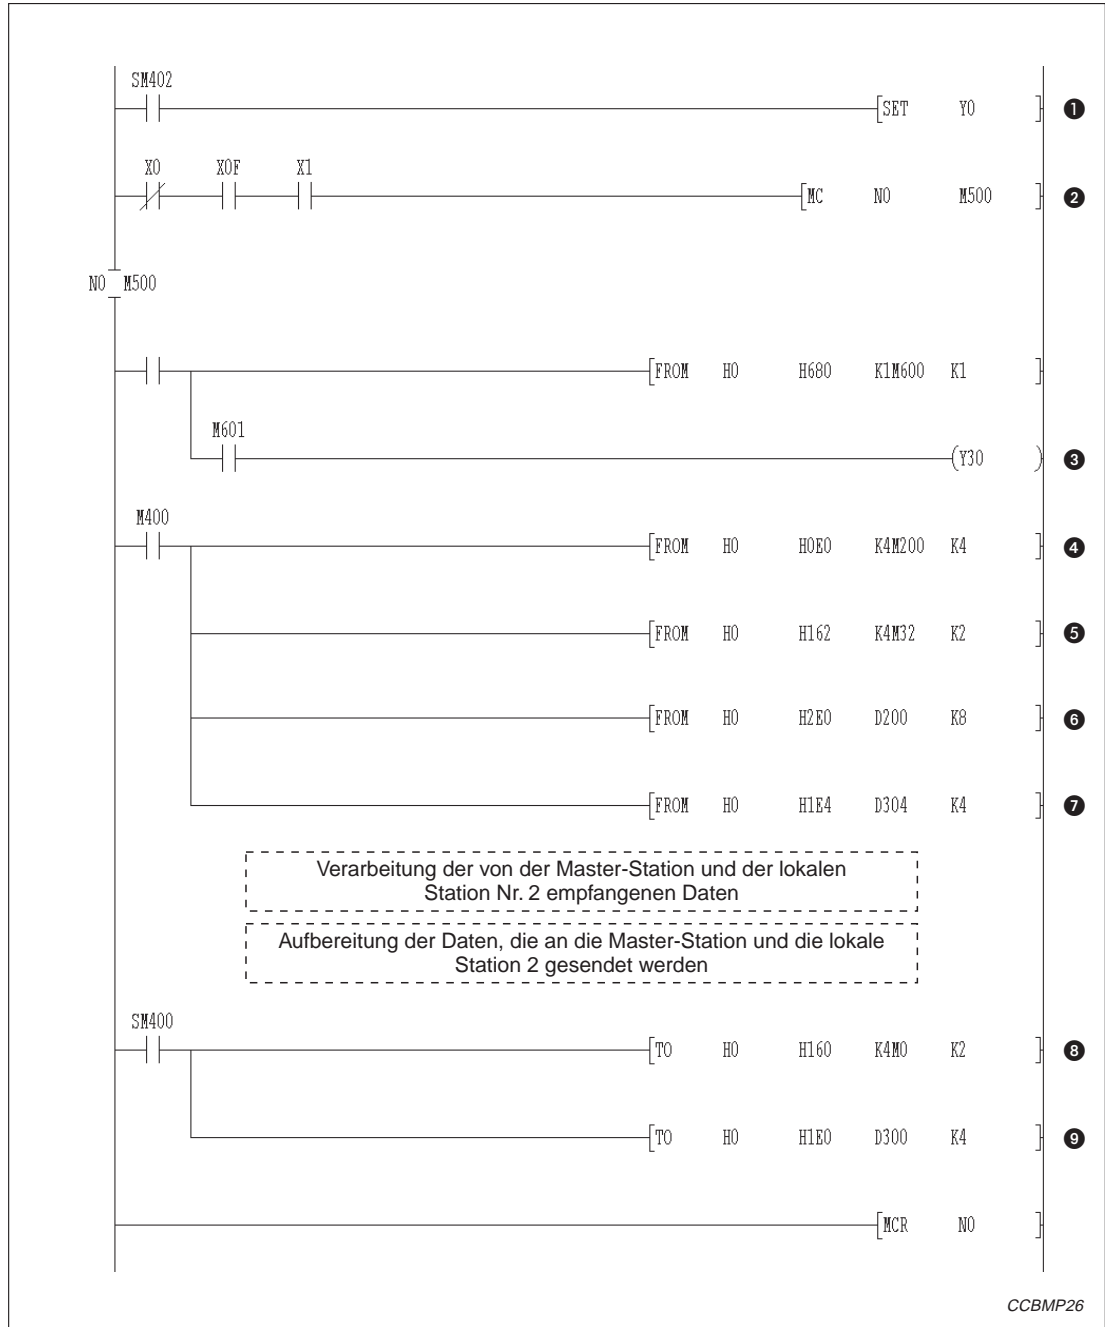
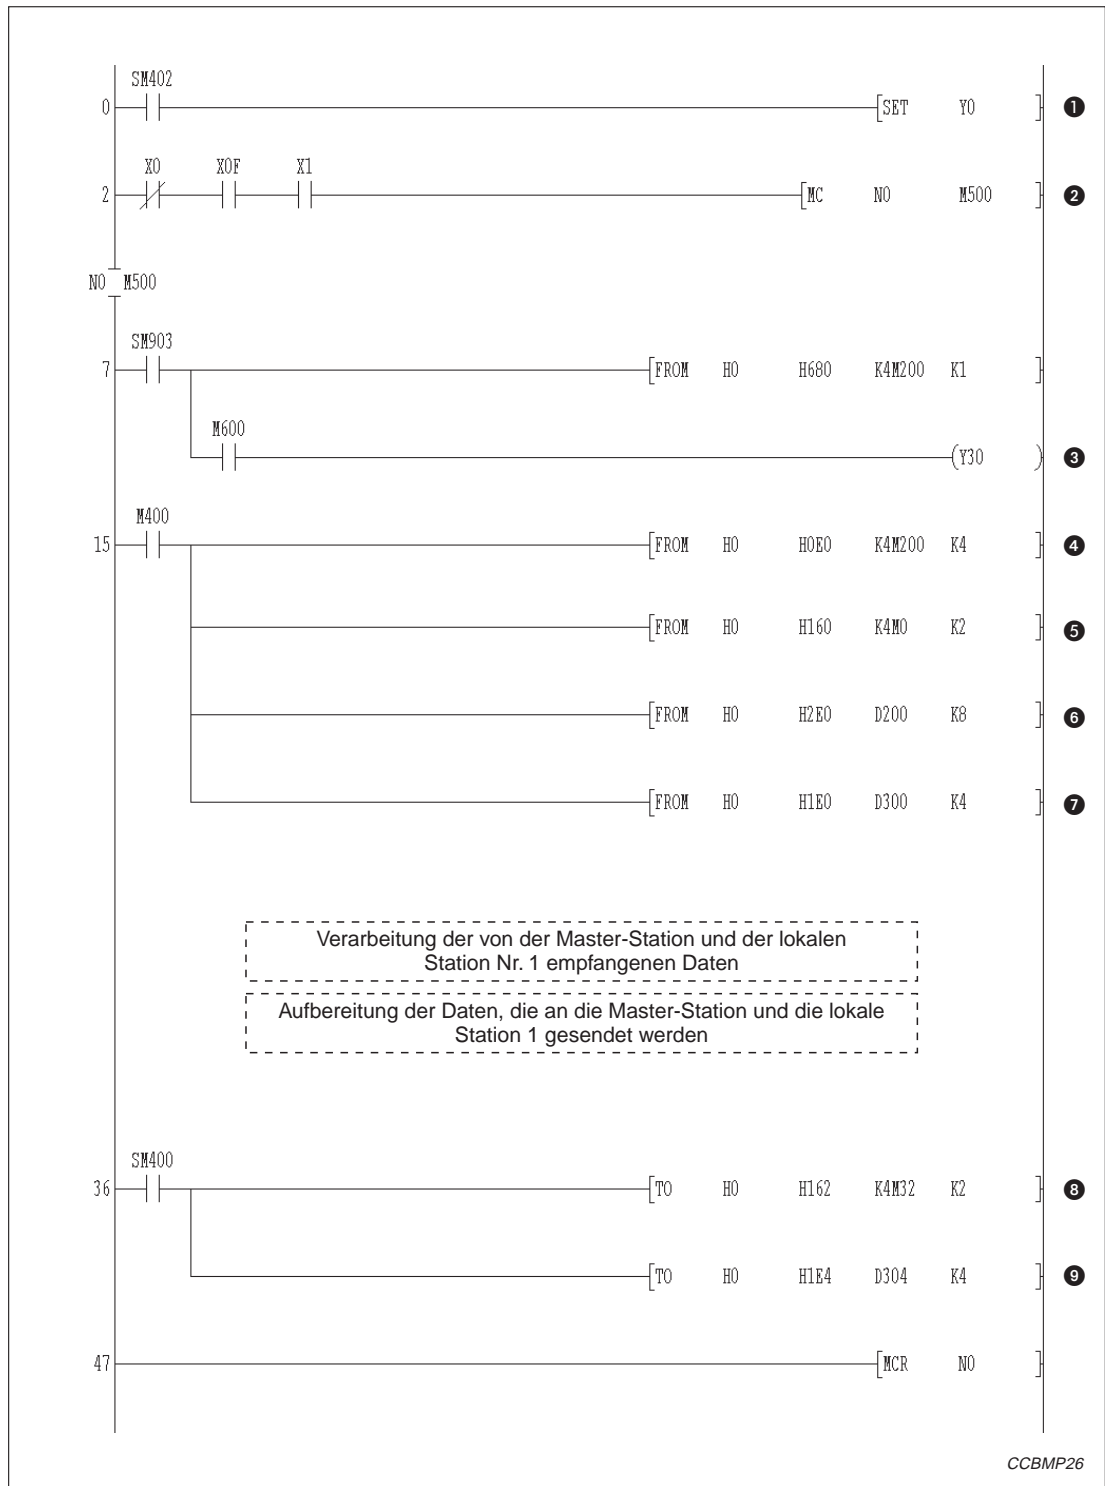

Abb. 13-10: Kommunikationsprogramm für die lokale Station Nr. 1
Abb. 13-11: Kommunikationsprogramm für die lokale Station Nr. 2
④	Dezentrale Eingänge (RX) erfassen
⑤	Dezentrale Ausgänge (RY) erfassen
⑥	Dezentrale Register (RW r ) erfassen
⑦	Dezentrale Register (RW w ) erfassen
⑧	Informationen an dezentrale Ausgänge (RY) übertragen
⑨	Daten in dezentrale Register (RW w ) eintragen
**Tab. 13-6:** Erläuterung zu den Beispielprogrammen (Abb. 13-10 und Abb. 13-11)